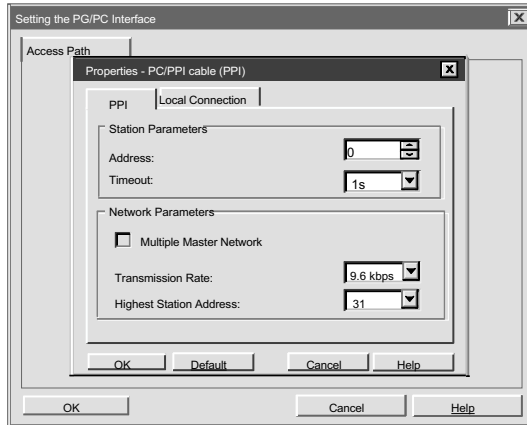

图 3-3 PG/PC 接口对话框属性
3. 选择“Properties” 钮, 将出现接口属性的对话框 (见图 3-3)。检查有关属性, 确保正确。通讯速率缺省值为 9600 波特。